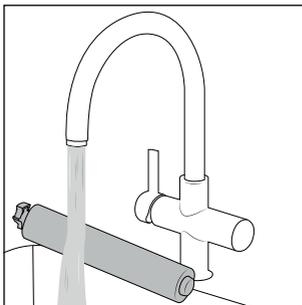

Fig. 35
- ◆ Pulire il paraspruzzi **7** e il rullo a spazzola **6** sotto acqua calda corrente (vedere fig. 35).